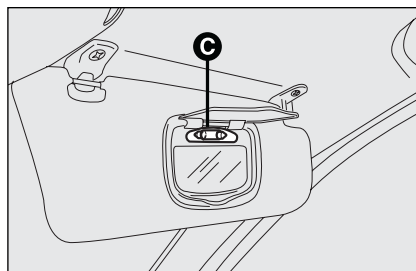

fig. 50
- ☐ sustituya la lámpara **C**-fig. 50 separándola de los contactos laterales asegurándose de que la lámpara nueva haya quedado bloqueada correctamente entre los mismos contactos.